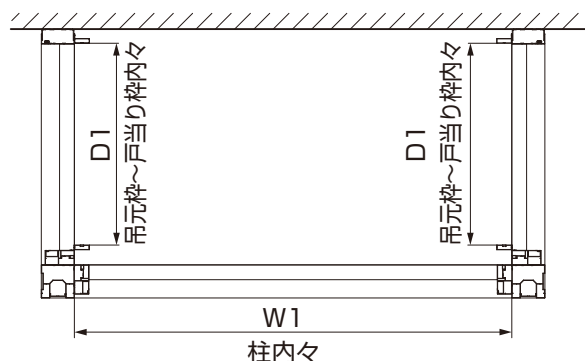
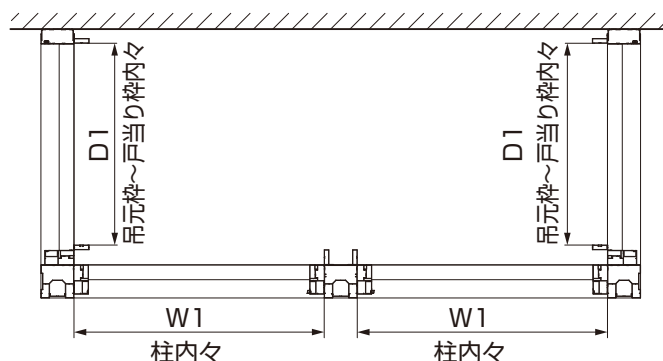

図6-1 1.5間～3.0間 基本タイプ
図6-2 2.5間以上 腰壁タイプ
- ①タイプに合わせて柱内々寸法W1を計測してください。（図6-1、図6-2参照）
- ③吊元枠～戸当り枠内々寸法D1を計測してください。（図6-1、図6-2参照）